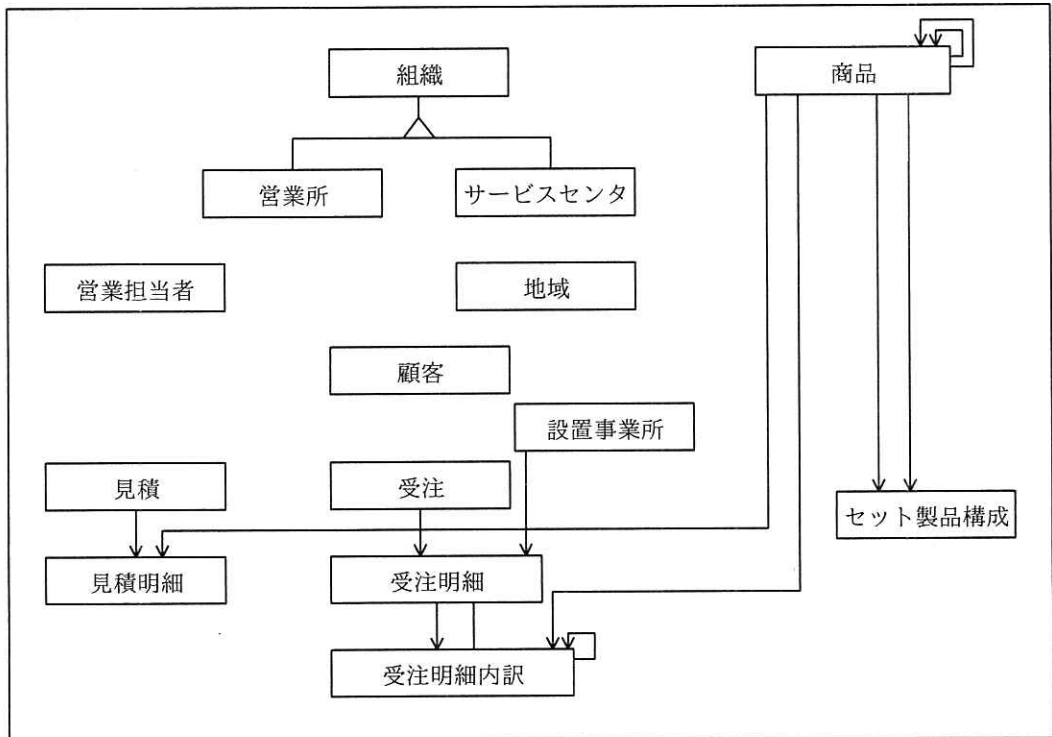
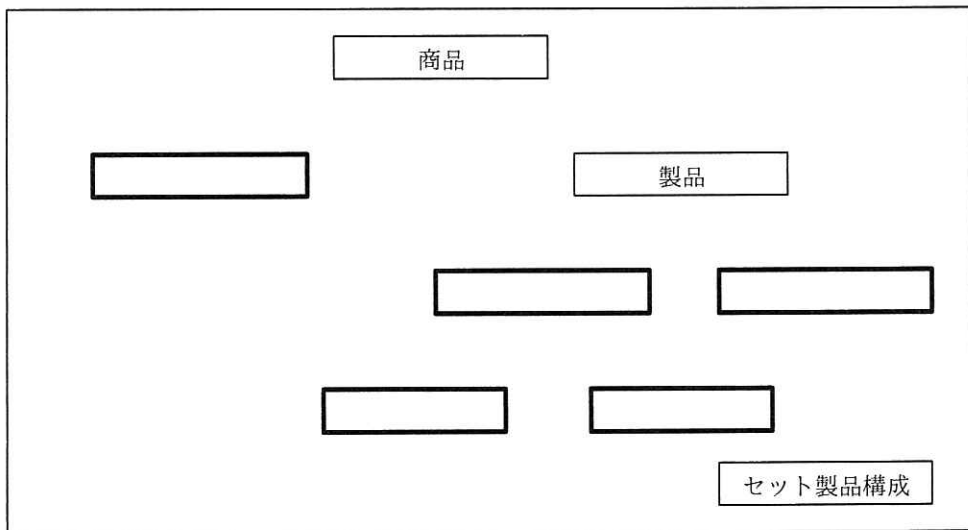

図1 概念データモデル（未完成）
図 3 商品をサブタイプに分割した概念データモデル（未完成）
〔業務の概要〕に基づいて設計した概念データモデルを図1に、関係スキーマを図2に示す。
設問1 図1, 2について, (1), (2)に答えよ。
(2) 図1のリレーションシップは未完成である。必要なりレーションシップを全て記入し、図を完成させよ。
(2) 図 1 中の商品とセット製品構成を対象に、商品をサブタイプに分割した概念データモデルを図 3 に示す。図 3 中の太枠内にエンティティタイプ名を入れ、欠落しているリレーションシップを補って図を完成させよ。